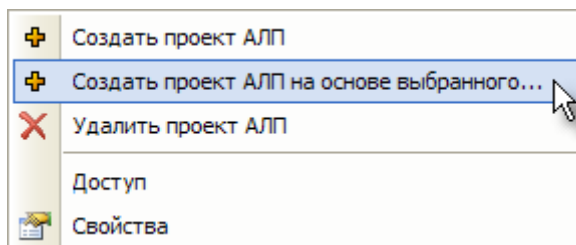

Рис. 5-42
1. Выделите проект в области **Проекты АЛП**, затем в контекстном меню выделенного проекта выберите пункт **Создать проект АЛП на основе выбранного...** (рис. 5-42).